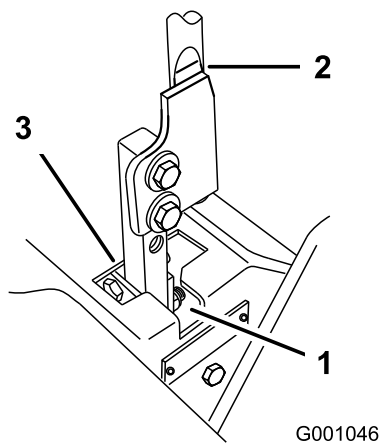

Bild 95
5. Schieben Sie den Hebel in die Neutral-Stellung (nicht arretiert) (Bild 95).
6. Ziehen Sie den Hebel zurück, bis der Lastösenbolzen (am Arm unter der Gelenkwelle) das Schlitzende berührt (und soeben Druck auf die Feder ausübt), wie in Bild 95 abgebildet.
7. Prüfen Sie, ob der Fahrtriebshebel relativ zur Kerbe im Armaturenbrett ist (Bild 95).